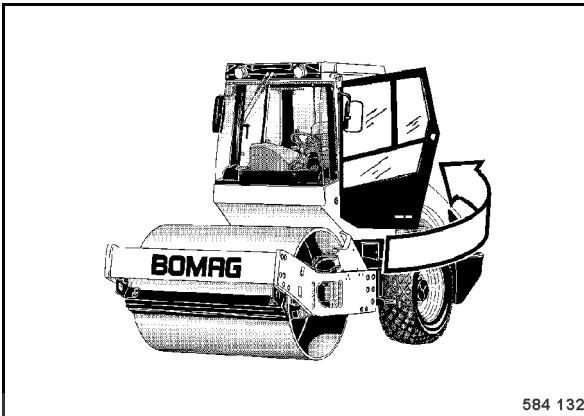

fig. 41
- Fermer la portière (fig. 41).